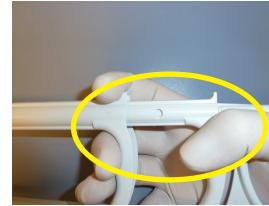
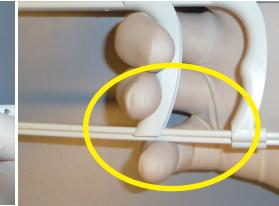

Figura 7
Figura 8
- Con la mano saldamente intorno all'impugnatura e il pollice in una posizione di caricamento, il dito indice sulla sommità della prima parte del l'impugnatura, come mostrato nella Figura 7 qui sopra e il medio e anulare saldamente appoggiati sulla parte centrale come illustrato nella Figura 8, tirare lentamente indietro la 1a parte del grilletto con un movimento fermo senza scatti.